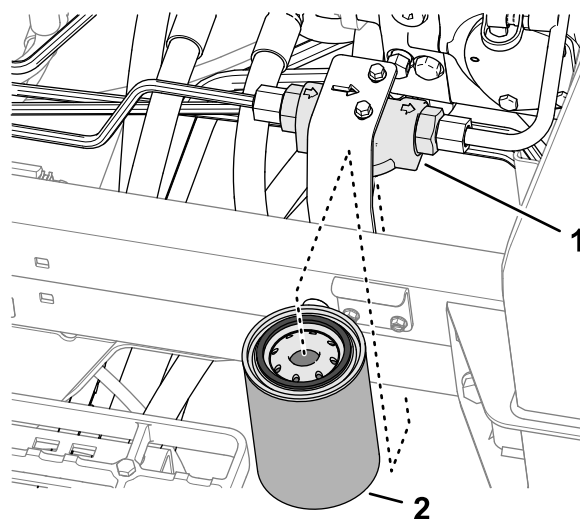

Figura 117
3. În partea stângă a mâinii, așezați o tavă de golire sub filtrul de încărcare (Figura 117).